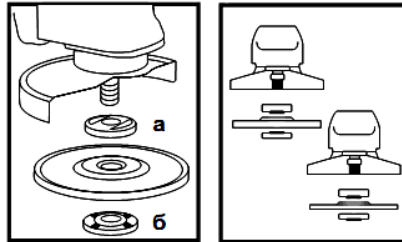

Рисунок 2
4.4 Встановіть на виріб шліфувальний або відрізний круг. Для цього натисніть на кнопку фіксації шпинделя (1) і поверніть шпиндель до такого положення, при якому він зафіксується. За допомогою вилочного ключа з комплекту виробу відверніть і зніміть затискну гайку (б) (дивіться рисунок 2). Встановіть шліфувальний диск на посадкове місце фланцевої шайби (а) (рисунок 2), наживіть рукою затискну гайку на шпиндель і затягніть її ключем з комплекту виробу.